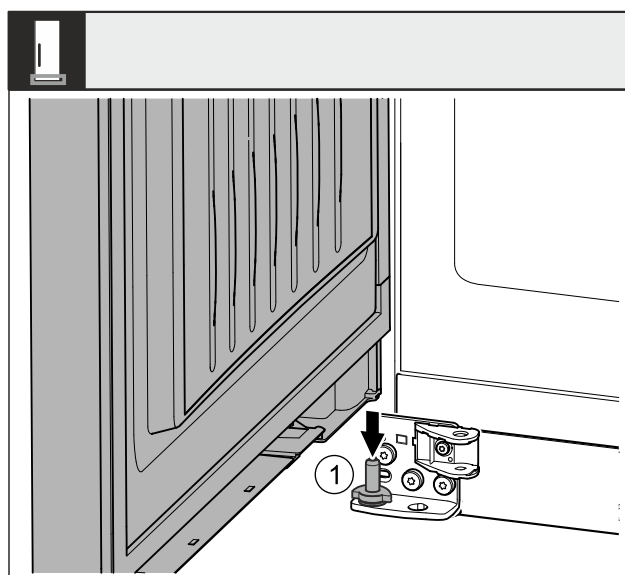

Fig. 42
- ▶ Uzlieciet durvis no augšas uz apakšējās gultņa tapas Fig. 42 (1).